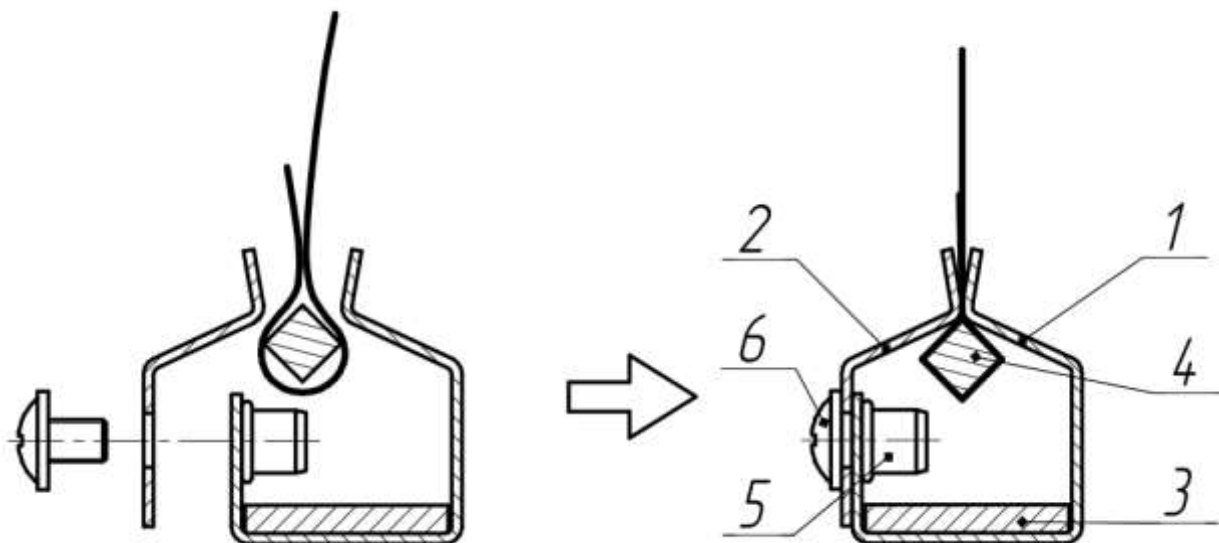

Рис. 13 – Сборка отсекающей шины: 1-основной профиль, 2-закрывающий профиль, 3-утяжелитель, 4-стальной брусок, 5-вытяжная гайка, 6-винт М6
- Вложить стальной брус, обернутый полотном в отсекающую шину и зафиксировать её (рис. 13). Проконтролировать, что отсекающая шина при подъеме/опускании полотна параллельна полу.